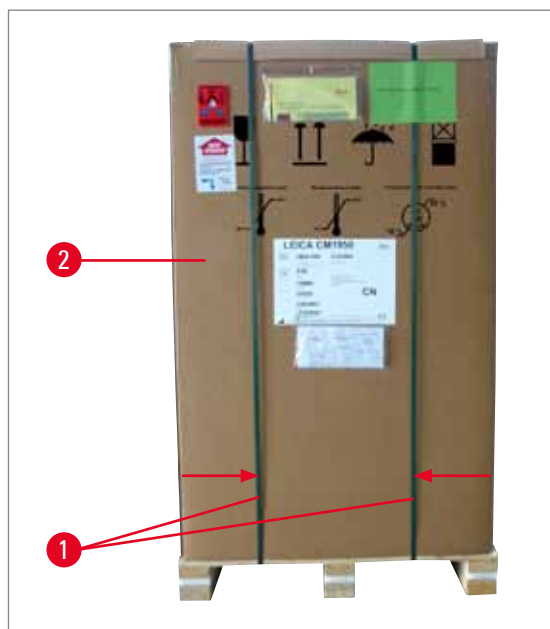

Fig. 1
2. Tenez-vous à côté de la caisse, et coupez les bandes à l'emplacement indiqué (voir les flèches de la (→ Fig. 1)).